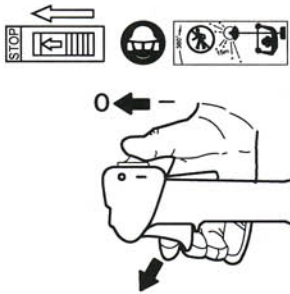

Рис. 16
- (1) Отпустите курок газа и нажмите красный выключатель зажигания для подготовки к останову двигателя. (Рис. 16)
- (2) Если Вы полностью закончили работу, вылейте топливо из бака, запустите двигатель и дайте ему выработать остатки топлива. Топливо, оставшееся в поплавковой камере карбюратора вырабатается в течение 2-3 минут и двигатель остановится. Таким образом Вы облегчите последующий запуск двигателя.